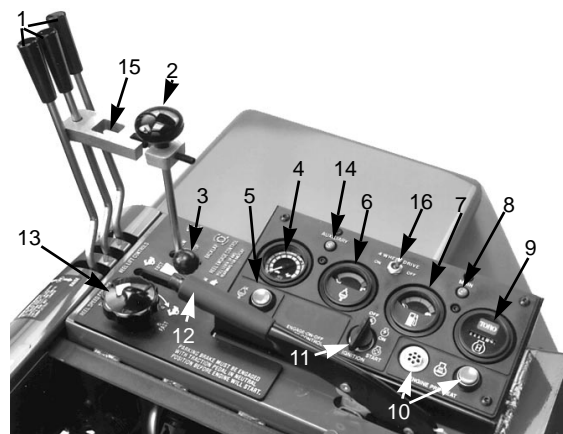

Bild 11
1. Auf dem Fahrersitz Platz nehmen und den Fuß vom Fahrpedal fernhalten. Sicherstellen, daß die Feststellbremse aktiviert ist (Bild 11). Das Fahrpedal und der Mähen-/Schärfenhebel müssen beide auf Neutral sein.
2. Wenn die Motor- oder Lufttemperatur unter 7–10° C ist, die Glühkerzentaste drücken und nach unten halten, bis die Glühkerzenanzeige hell aufleuchtet (Bild 11). Dann den Schalter loslassen und den Motor laut Schritt 3 anlassen.
3. Den Gashebel auf LANGSAM stellen und den Zündschlüssel auf START drehen (Bild 11). Sobald der Motor anspringt ist der Zündschlüssel wieder loszulassen.